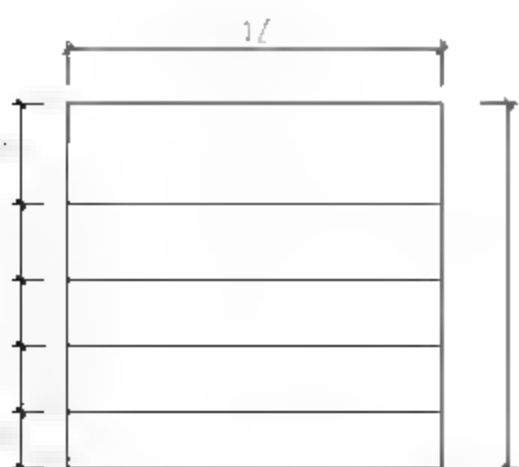

图11-2 偏移矩形边
- 调用O【偏移】命令，向内偏移矩形边，结果如图11-2所示。